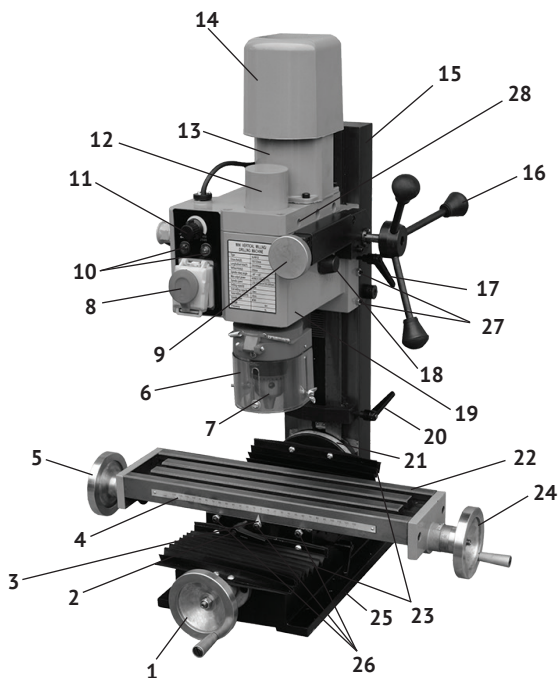

рис. 1
### 4.1 Общий вид станка представлен на рис.1
4.2 Основные узлы станка: рабочий стол, стойка со шпиндельной головкой (двигатель, редуктор, шпиндель с патроном, блок электрики и органы управления) закреплены на чугунной станине (рис.1 поз.25). Крутящий момент с якоря электродвигателя передаётся шестерёнчатым редуктором на шпиндель станка.
Выключатель (рис.1 поз.8) расположен на передней панели блока электрики. Он имеет две кнопки: зелёная с символом «I» - включение (ON) двигателя, и красная с символом «O» - выключение (OFF) двигателя (стандарт МЭК 60417).
- рычаг переключения диапазонов скоростей (рис.1 поз.18) в положение «низкая» - «L»;
- повернуть ручку потенциометра (рис.1 поз.11) в крайнее левое положение;
- нажать красную кнопку «O» магнитного пускателя (рис.1 поз.8);
шестерня. Рычаг (рис.1 поз.18) переключения диапазонов: Н – высокий, L – низкий, расположен на правой стенке шпиндельной головки.
Индикаторы (рис.1 поз.10) информируют оператора о подключении к сети питания и включении двигателя.
Ручка потенциометра (рис.1 поз.11) поворотом по часовой стрелке, включает двигатель (включение/отключение с характерным щелчком) и плавно регулирует обороты шпинделя в установленном диапазоне.
- Установите на маховики подачи и фиксации (рис.1 поз.1, 5 и 24) ручки из комплекта поставки.
- ослабьте три винта (рис.1 поз.26) и контргайки направляющего клина равномерно. Закручивая винты прилагать одинаковый крутящий момент к каждому винту, при этом необходимо удерживать рабочий стол (рис.1 поз.23). Проверьте с помощью осторожного поворота маховика продольной подачи плавность и равномерность продольного перемещения рабочего стола;